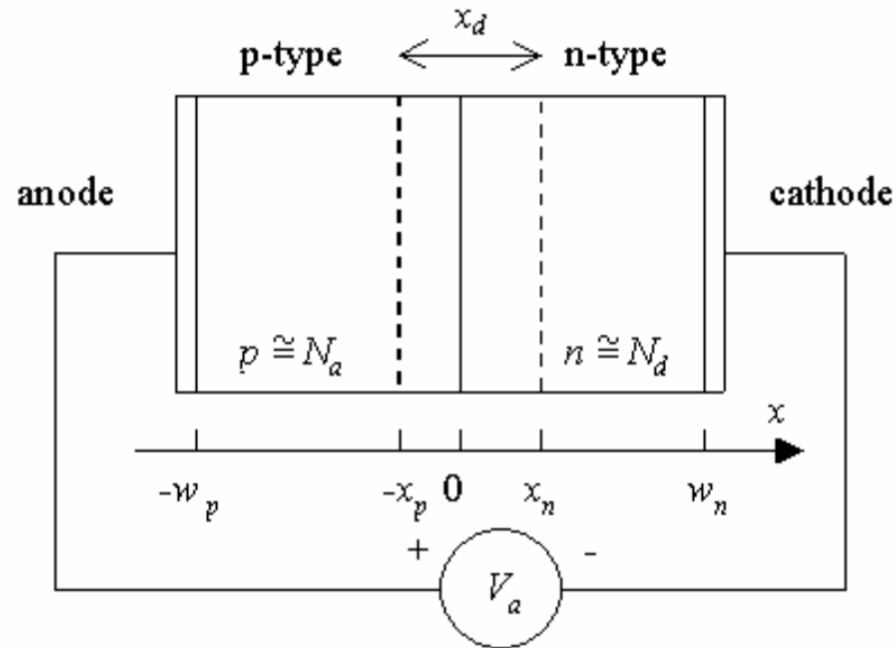

Fig. VI.1. Secțiune transversală printr-o joncțiune p-n abruptă.
- O joncțiune p-n este formată prin alăturarea a două semiconductoare extrinseci cu purtători majoritari având sarcini electrice de semne opuse (Fig.VI.1). Semiconductorul din stânga este de tip p având concentrația de impurități acceptoare N_a , iar semiconductorul din stânga este de tip n având concentrația de impurități donoare N_d . Se consideră: și . De asemenea, presupunem că regiunile respective sunt dopate uniform, iar “trecerea” p-n este abruptă. Această structură se numește joncțiune pn abruptă.